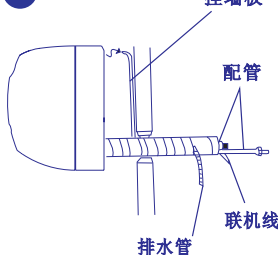

图16
- 双手抓住机体两侧, 将室内机压向挂墙板, 使其底部牢固连接(图16)。